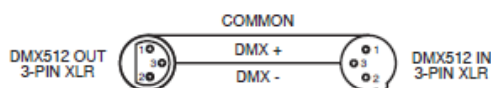

Figure 2
N.B.: durante la realizzazione dei cavi assicurarsi di seguire quanto riportato nelle Figure 2 e 3. Non utilizzare il terminale di messa a terra sul connettore XLR. Non collegare il conduttore schermato del cavo al terminale di messa a terra ed evitare che il conduttore schermato entri in contatto con il rivestimento esterno del connettore XLR. La messa a terra della schermatura potrebbe provocare un corto circuito o un malfunzionamento del dispositivo.